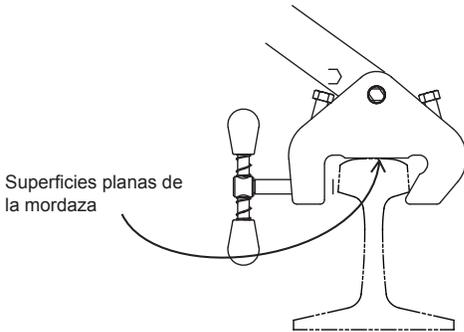
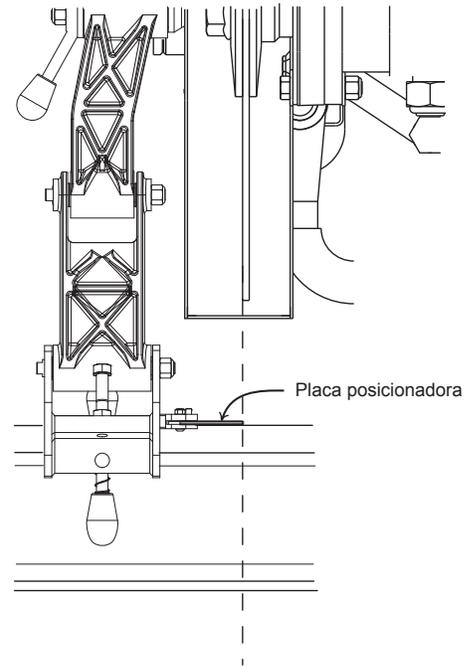

Fig. 1
Fig. 2
1. Coloque la base de la mordaza sobre la parte superior del riel, de modo que ambas superficies planas de la base de la mordaza queden apoyadas sobre la cabeza del riel y perpendiculares a este. (Consulte la Fig. 1). Alinee la placa posicionadora con la ubicación del corte y apriete la mordaza contra el riel con el tornillo de la mordaza. (Consulte la Fig. 2).